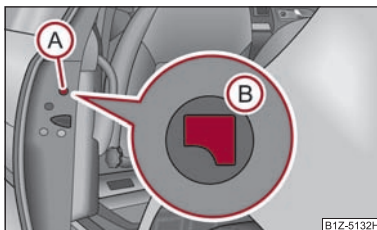

Fig. 27 Ușa din spate: Încuierea de urgență a portierei
- Îndepărtați capacul ① ⇒ fig. 27.
- Introduceți cheia în orificiul de sub capac și apăsați maneta ② în interior până la limită.